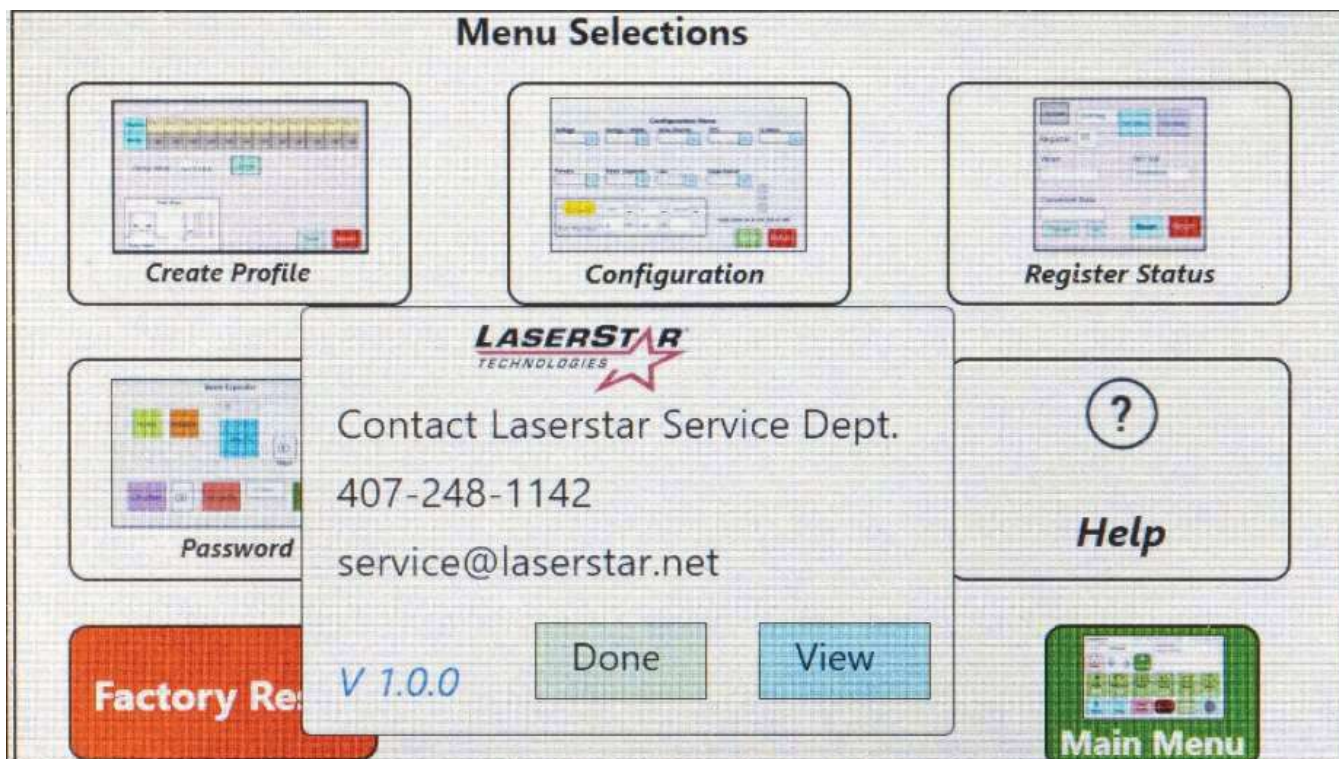

図4
15. メインメニュー (Main Menu) ボタンを押します (図4)